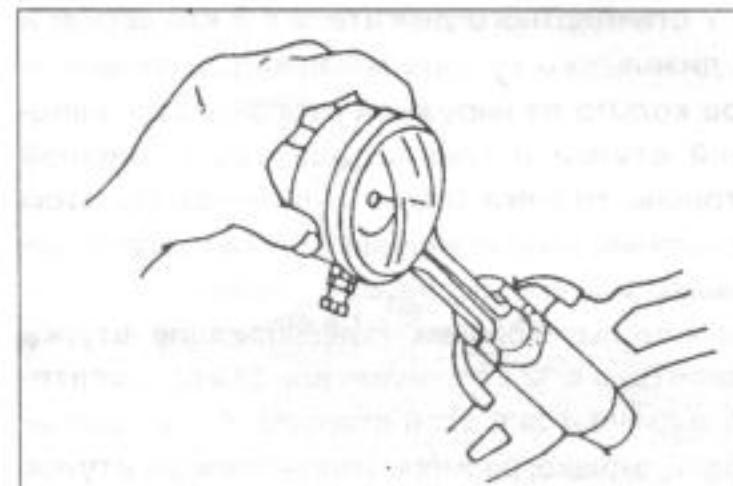

Рис. 44.
- С помощью индикатора часового типа замерять внутренний диаметр направляющей втулки, как это показано на рис. 44. Полученные размеры должны находиться в пределах величин, приведенных в таблицах параметров и габаритных размеров. При этом нужно принимать во внимание разницу между отдельными двигателями.